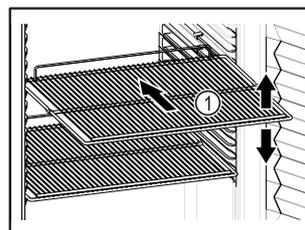

Fig. 50 Beispielhafte Darstellung
- ❑ Wenn Abstellroste Fig. 50 (1) versetzbar sind, je nach Höhe anpassen.